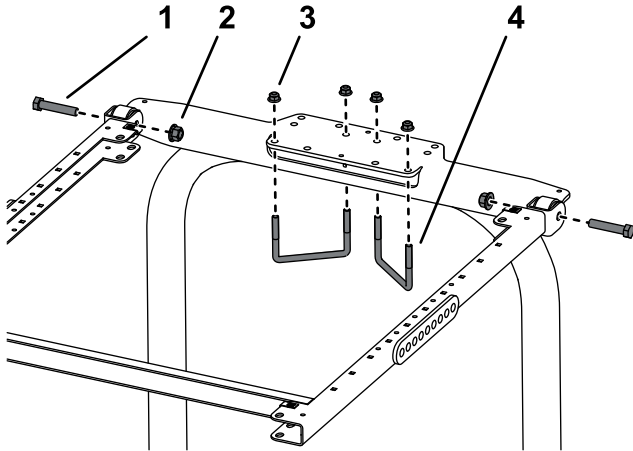

Bild 10
8. Befestigen Sie die Befestigungshalterung des Überrollschutzes an der Oberseite des Überrollbügels des Sprühfahrzeugs (Bild 10).
9. Befestigen Sie den Rahmen an der Befestigungshalterung des Überrollschutzes (Bild 10).